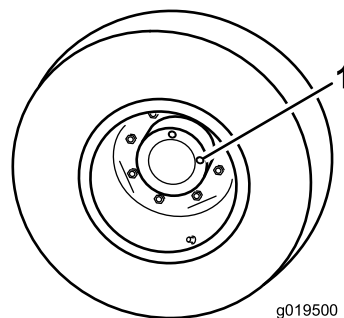

Figura 65
1. Con la macchina parcheggiata su terreno pianeggiante, posizionate la ruota in modo che un tappo di controllo si trovi a ore 12 e l'altro a ore 3 (Figura 65).
1. Tappo di controllo/spurgo (2)
2. Rimuovete il tappo a ore 3 (Figura 65).